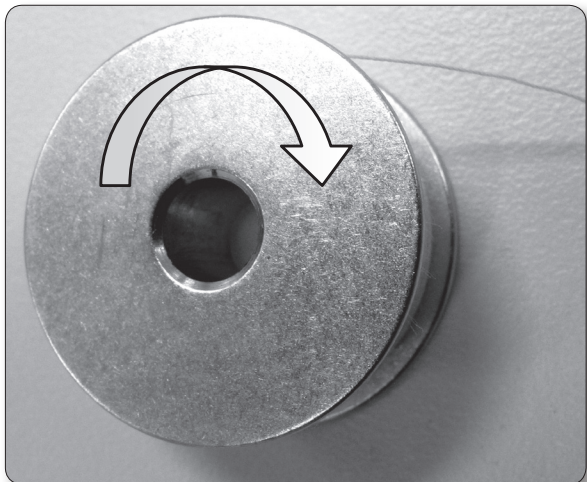

Figure 13
1. Placez la canette dans le boîtier de canette de sorte que le fil sorte dans le sens horaire lorsque vous regardez le côté ouvert (Figure 13).